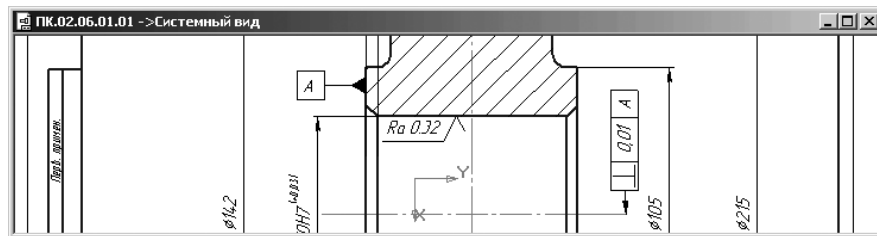

Рис. 5.28. Фрагмент чертежа с обозначением допуска формы
- щелкните на **Панели специального управления** по кнопке **←** – **Создать объект**. Это состояние системы показано на рис. 5.28.